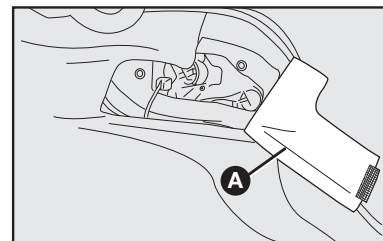

fig. 49
1) por el interior del compartimiento de equipajes, tire de la protección en el tapizado **A-fig. 49**.